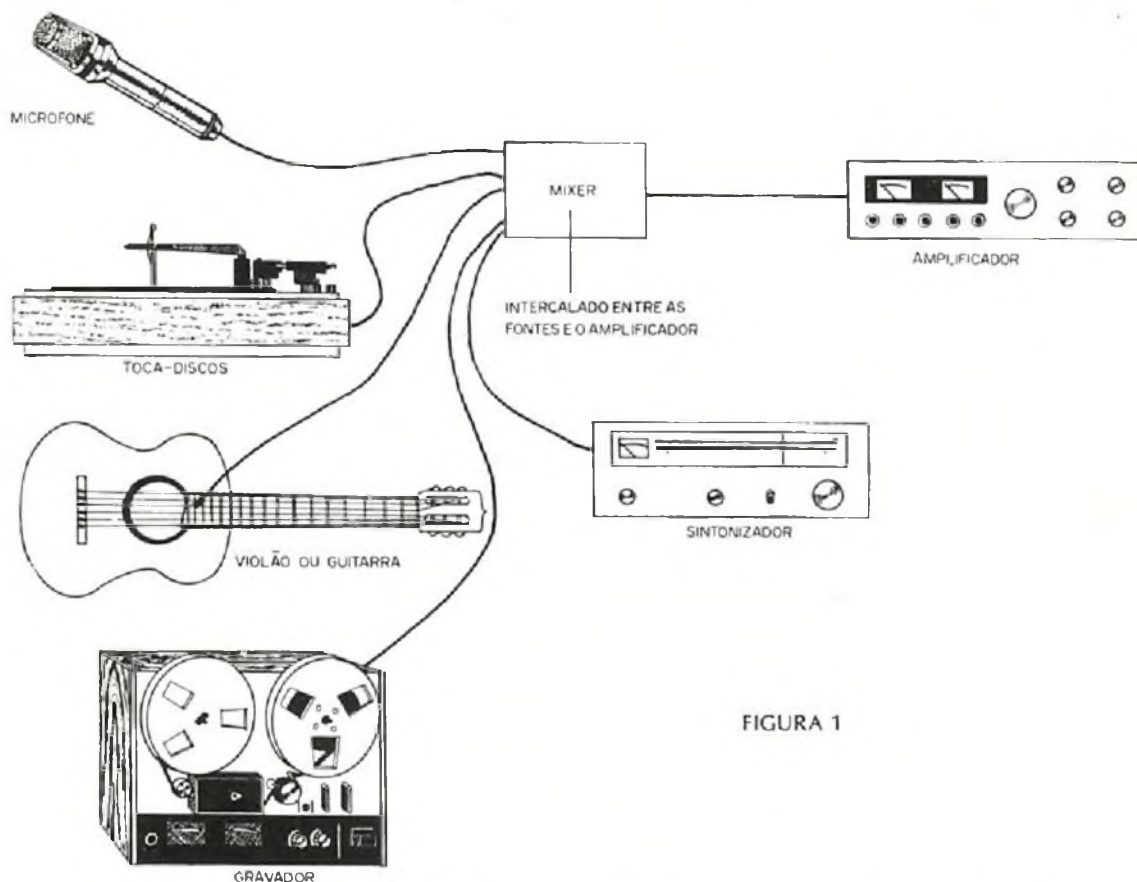

FIGURA 1
d) Finalmente, um bom mixer deve simplesmente "misturar" os sinais das diversas fontes sem distorcê-los (figura 1).